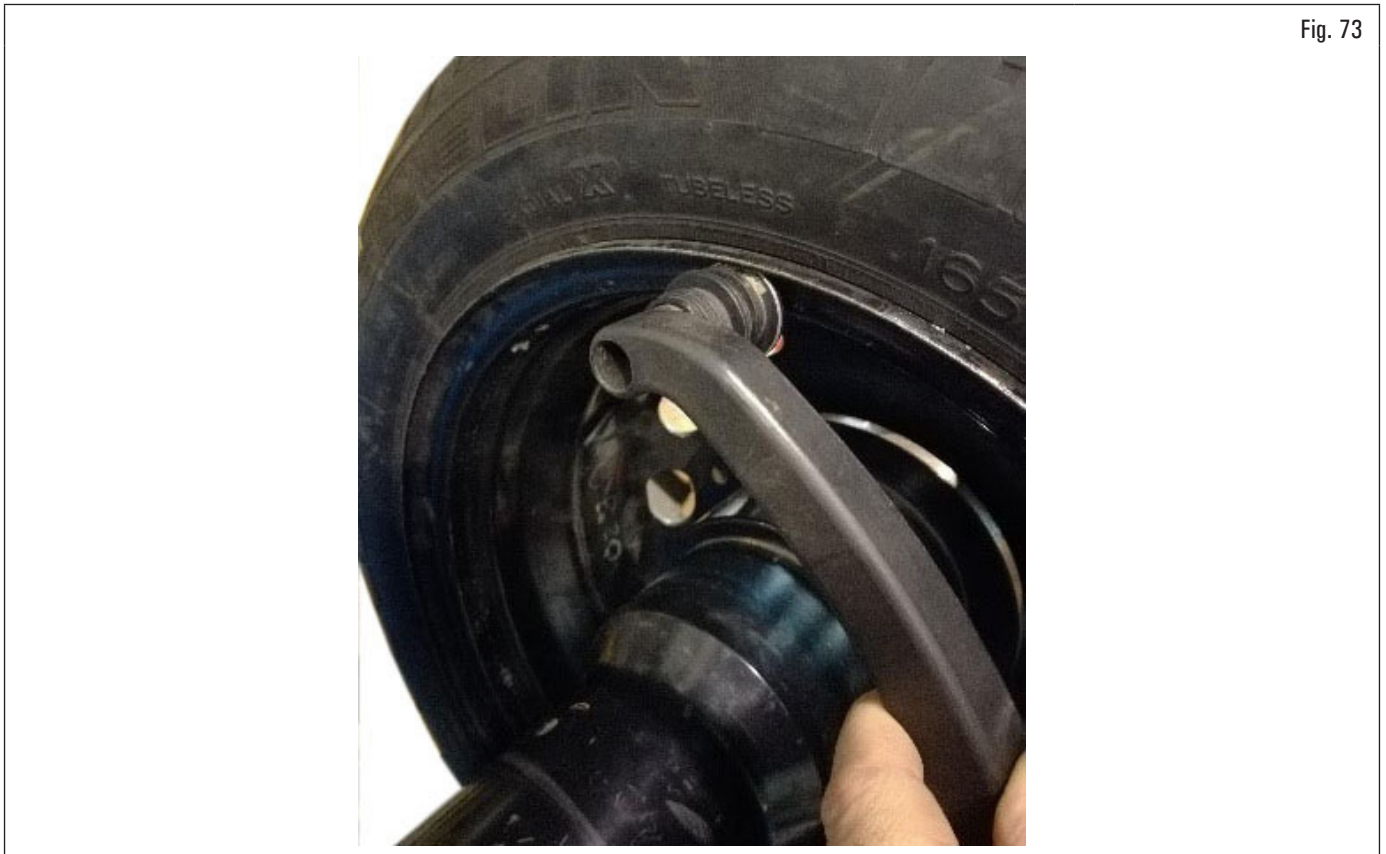
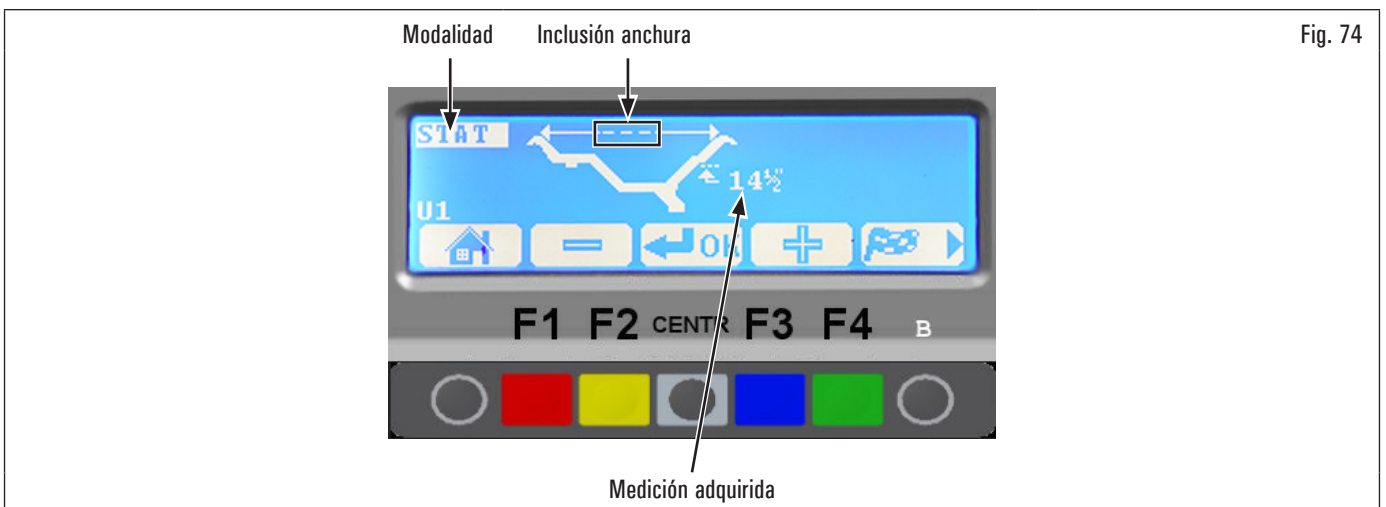

Fig. 73
Fig. 74
extraer la varilla automática, el programa pasa directamente desde la pantalla inicial a la pantalla que se ilustra a continuación (Fig. 74).
Situar la varilla graduada contra el borde interno de la llanta (Fig. 73) en posición de medición y mantener la posición durante algunos segundos, la indicación de medida adquirida es dada por la visualización del valor medido (modalidad estática Fig. 74) (véase).
- Para efectuar una medición en las modalidades ALU-S y STATIC: extraiga la varilla automática y alcance la posición a memorizar (véase ej. Fig. 73), manténgala unos segundos, la indicación de medida adquirida para el primer punto viene dada por la visualización del diámetro en el que se aplicará el peso (modo estático, Fig. 79). Sin llevar nuevamente el palpador a la posición inicial, extraer nuevamente la varilla automática y alcanzar la posición a memorizar para el segundo punto. Permanecer detenido por algunos segundos, la indicación de medida adquirida para el segundo punto es dada por la visualización de los valores de aplicación detectados de ambos pesos (véase Fig. 80).
1. desde la pantalla de las dimensiones en automático (por ejemplo Fig. 74 y Fig. 78) presionar la "tecla centr"  para seleccionar el valor que se desea modificar o programar;